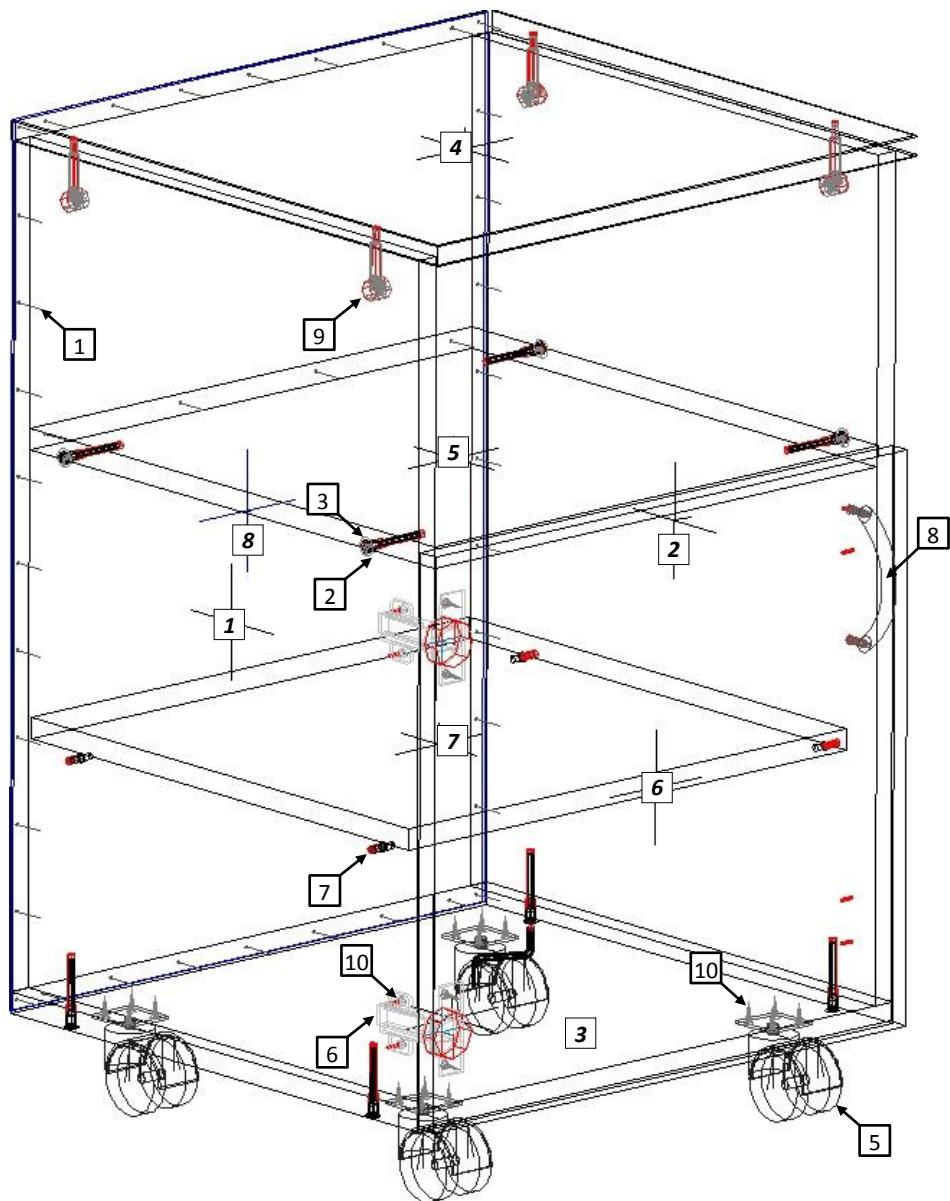

Рис. 1
- 4.1 Внимательно ознакомьтесь со схемой сборки, изображённой на рис. 1, сверяясь с комплектовочной ведомостью на изделие. Согласно позициям на схеме и комплект. ведомости определите расположение деталей в изделии и порядок их сборки. Сборка производится на ровном полу, укрытом материалом, предотвращающим повреждение покрытия пола и деталей мебели. Подготовьте необходимые для сборки инструменты – плоскую и крестовую отвёртки, молоток, рулетку или линейку.
- 4.3 Евровинтами (2), как показано на рис. 1, соедините вертик. ст. [1, 2] с горизонт. стенками [3,5]. Установите крышку. Затяжка соединения производится путём поворота эксцентриков до упора в направлении стрелки, выштампованной на корпусе стяжки. Гвоздями (1) закрепите зад. стенку ДВПО [8]. Головки евровинтов (2) закройте заглушками (3).